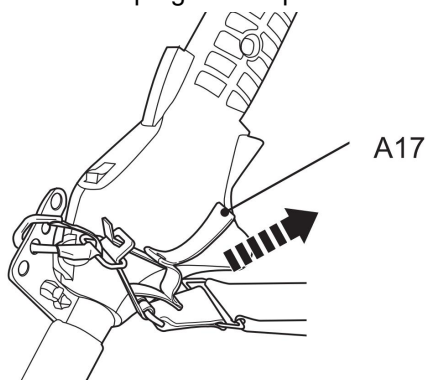

Fig. 34
5. I nödfall, håll i det främre handtaget (A27) med vänster hand och använd höger hand för att dra i repet (A17) (Fig. 34). Metallåsstängen frigörs automatiskt från fästklämman på grund av produktens vikt.